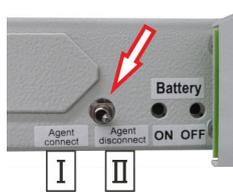

Abb. 24: Blockierschalter
1. Das System blockieren: Blockierschalter (Abb. 24/Pfeil) auf "Agent disconnect [blockiert]" (Abb. 24/II) schalten.